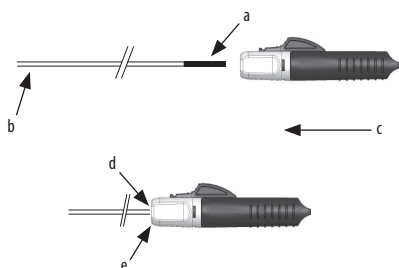
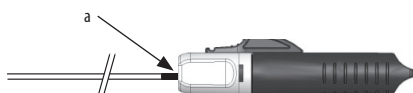

Figure 1.
Figure 2.
- Maintenez l'extrémité proximale du dispositif d'insertion au niveau de l'extrémité distale de l'indicateur de charge positive (ICP). Avancez le système de détachement instantané (I.D.) sur le dispositif d'insertion d'implant jusqu'à ce que l'ICP pénètre complètement dans l'entonnoir et que le dispositif d'insertion d'implant soit parfaitement positionné dans l'actionneur (cf. Figure 1).
Remarque : Si l'ICP est toujours visible comme dans la Figure 2 ci-dessous, le système de détachement instantané (I.D.) doit être davantage enfoncé jusqu'à ce que le dispositif d'insertion d'implant soit parfaitement positionné dans l'entonnoir comme sur la Figure 1 ci-dessus.